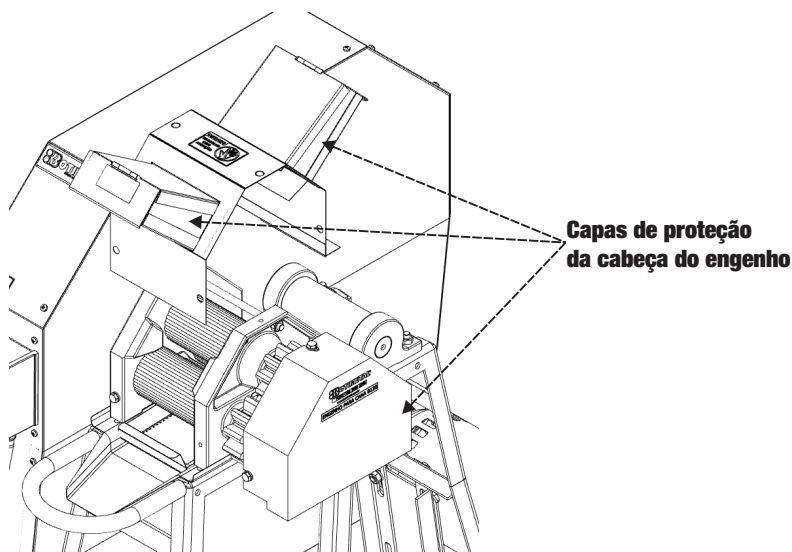

FIGURA 2
- Com auxílio de uma ferramenta retire os 6 parafusos de fixação das capas de proteção da cabeça do engenho (FIGURA 2).